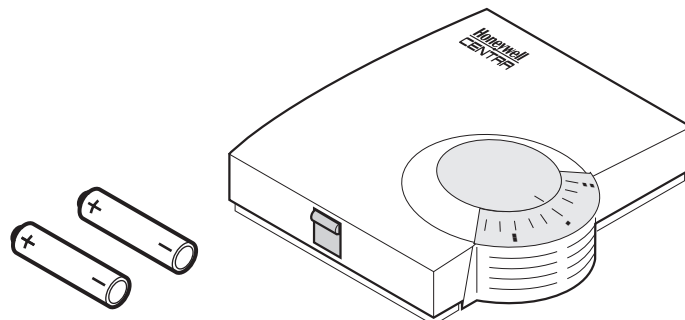

Bild 1: Bestandteile des Hometronic-Fernverstärkers
10. Drehen Sie das Stellrad in Position 0 (siehe Bild 1), bevor Sie den Gehäusedeckel aufsetzen.
7. Drehen Sie das Stellrad in Position 0 (siehe Bild 1), bevor Sie den Gehäusedeckel aufsetzen.